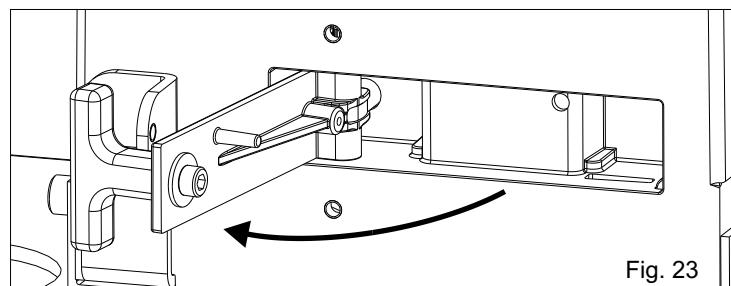

Fig. 23
- Tirar la palanca de desbloqueo hasta el golpe, 90° alrededor (Fig.23).